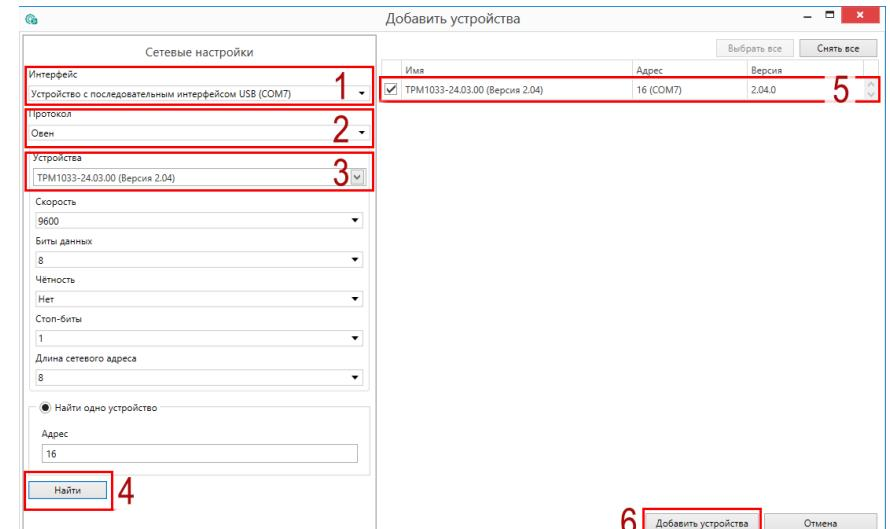

Рисунок 11.1 – Настройки связи с устройством
- Выбрать интерфейс «Устройство с последовательным интерфейсом USB» (см. рисунок 11.1, 1). Номер СОМ порта, присвоенный прибору можно узнать в Диспетчере устройств Windows.
- Выбрать протокол **ОВЕН** (см. рисунок 11.1, 2).
- Выбрать устройство (Пункт 3 на рисунок 11.1). Модификация прибора указана на боковой стороне прибора.
- Выбрать «Найти одно устройство», если добавляется один прибор. Запустить поиск нажатием на кнопку «Найти» (см. рисунок 11.1, 4).
- Выделить найденное устройство (см. рисунок 11.1, 5).
- Добавить устройство в проект Конфигуратора по нажатию кнопки «Добавить устройства» (см. рисунок 11.1, 6).
1. Нажать на кнопку  **Обновить устройство** в контекстном меню выбранного устройства или в главном меню. Откроется диалоговое окно для смены встроенного ПО устройства. Допускается обновление одного или нескольких устройств. Устройства следует выделить в области устройств (см. рисунок 11.1, 5) и выбрать **Обновить устройство** в контекстном меню или главном меню.